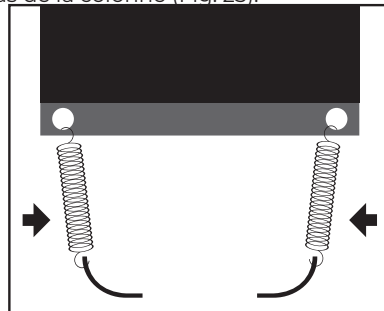

Fig. 25
4. Fixez le joint flexible avec des ressorts au bas de la colonne (Fig. 25).